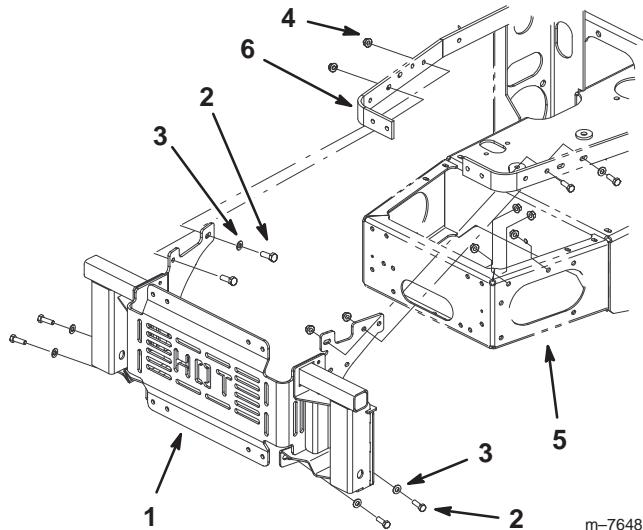

Figure 7
- Montez le support du bac de ramassage, sans le serrer, à l'arrière du pare-chocs arrière et sur les barrettes de protection du moteur à l'aide de 8 boulons (5/16 x 1 pouce), 6 rondelles plates (5/16 pouce) et 8 écrous à collerette (5/16 pouce) (Fig. 7).